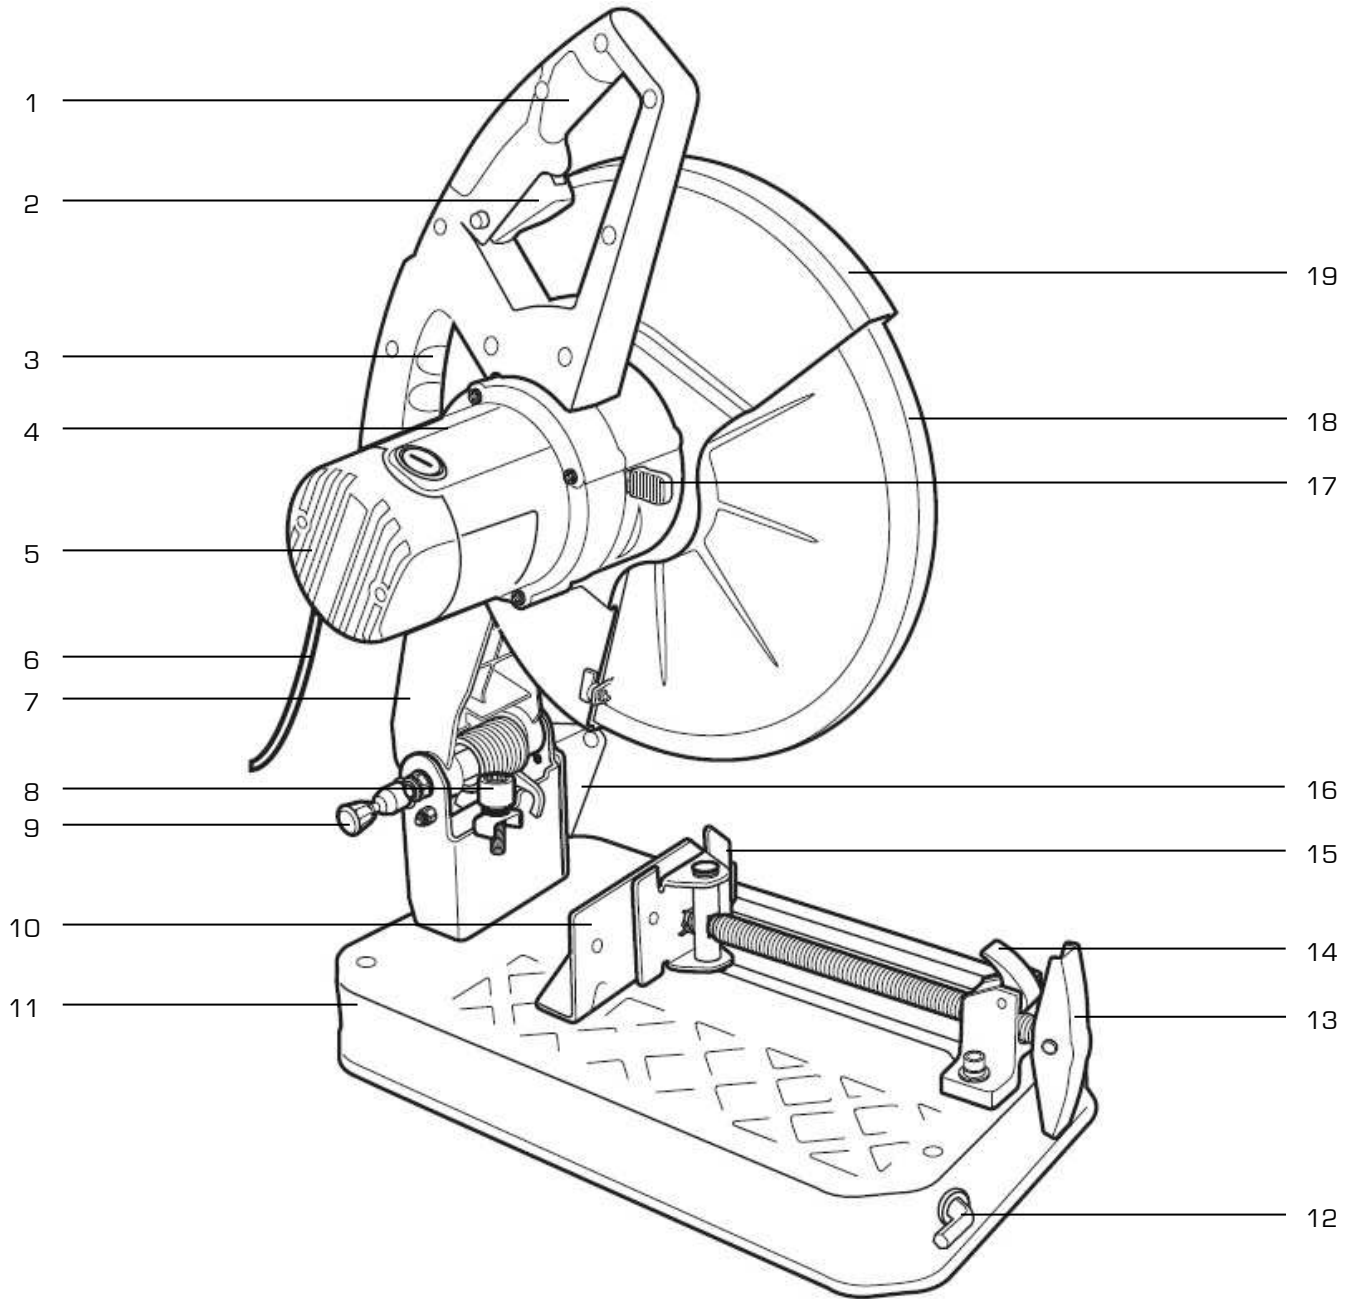

Figure 1
1. Guider la tête de coupe vers le bas en appuyant sur la poignée de coupe (A) vers le bas.
2. Une fois la position la plus basse atteinte, pousser la poignée de blocage (B) pour verrouiller la tête en position. S'assurer que la tête de coupe est correctement bloquée avant de relâcher la poignée de coupe (A).
Ne transporter la machine qu'avec sa poignée de transport (3 fig.1). Ne jamais essayer d'utiliser la poignée de coupe (A).
Avant tout raccordement de la machine, s'assurer que l'interrupteur « MARCHE/ARRET » (2 fig.1) n'est pas enclenché.
Effectuer le raccordement électrique au moyen du câble d'alimentation de la machine (6 fig.1).